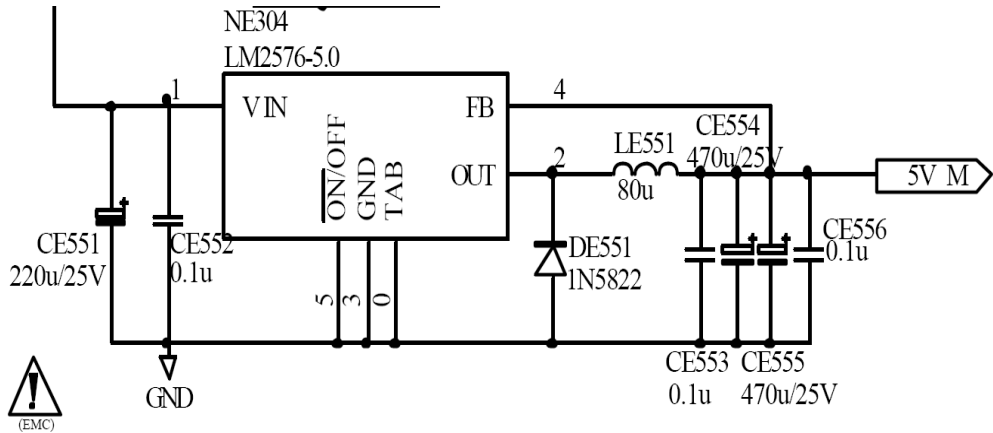
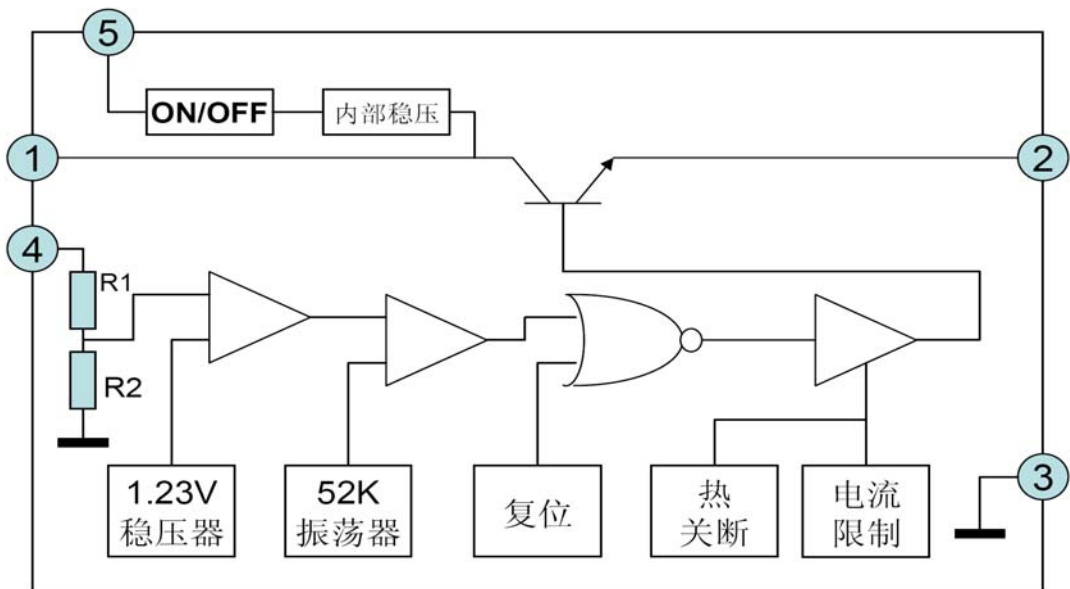

图 1A TLM3277 的 12V→5V 开关电源变换电路
图 1B LM2576-5.0 的内部框图
2、LM2576 的内部框图如图 1B 所示：（该框图的引脚定义对应于五脚 TO-220 封装形式）
由图 1B 及 LM2576 系列开关稳压集成电路的特性可以看出，以 LM2576 为核心的开关稳压电源完全可以取代三端稳压器件构成的数字电路适用的稳压电源。
在海信 TLM3277 液晶电视机中，数字电路部分的低压供电就是由一块 LM2576-5.0（NE304）来完成，由 12V 降压为 5V（5V_M），再由其它三端稳压器降压为 3.3V 和 1.8V，对数字电路供电。在 TLM3277 液晶电视机中，12V→5V（开关电源降压）降压部分的原理图部分如图 1A 所示，图 1B 为 LM2576-5.0 的内部框图。